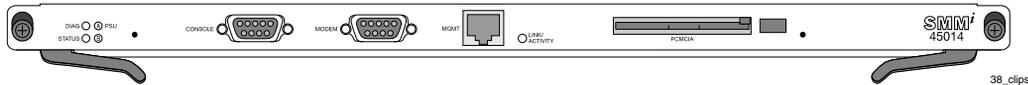

Figura 2-5: SMMi con las manijas eyectoras/injectoras extendidas
- 1 Asegúrese que el SMMi tiene su lado derecho hacia arriba (tablero del circuito impreso, o PCB, en la parte superior) y que las manijas eyectoras/injectoras están extendidas, como se muestra en la Figura 2-5.